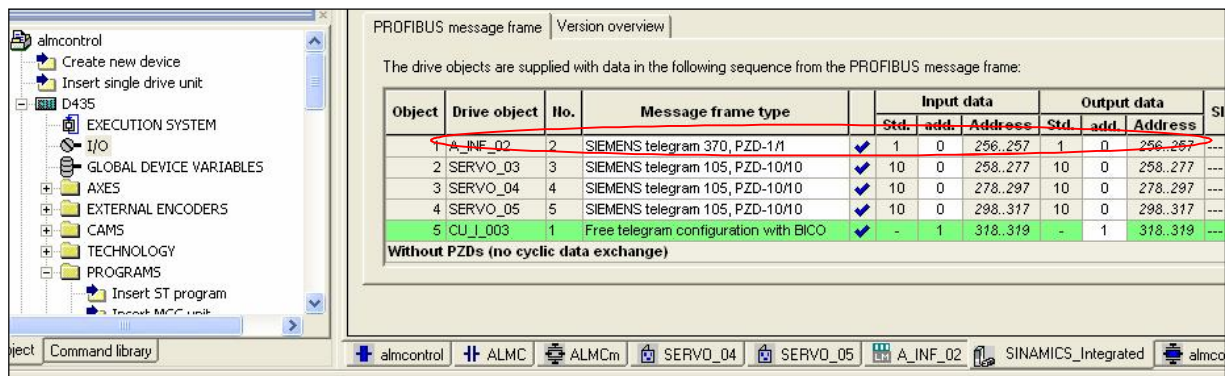

图9.
(4) 在I/O变量表中建立功能块的 perin 及 periout 的输入及输出地址变量，注意：PIW256 及 PQW256 分别为 ALM 的设备地址 (见图9)。